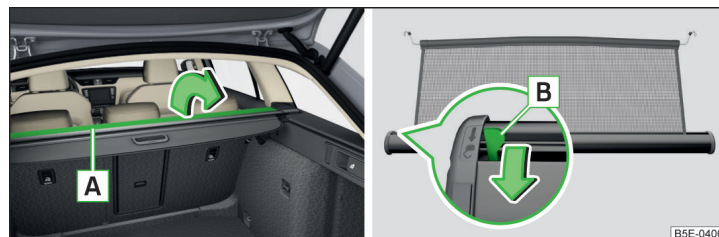

Fig. 130 Rabattez une partie du couvre-bagages enroulable / levier de déverrouillage
- Repliez une partie du couvre-bagages enroulable **A** dans le sens de la flèche » fig. 130.
- Repliez une partie du couvre-bagages enroulable **A** dans le sens contraire à la flèche » fig. 130.
Si le filet de séparation bloque lorsque vous le sortez du boîtier, appuyez sur la manette de déverrouillage **B** en procédant dans le sens de la flèche » fig. 130.